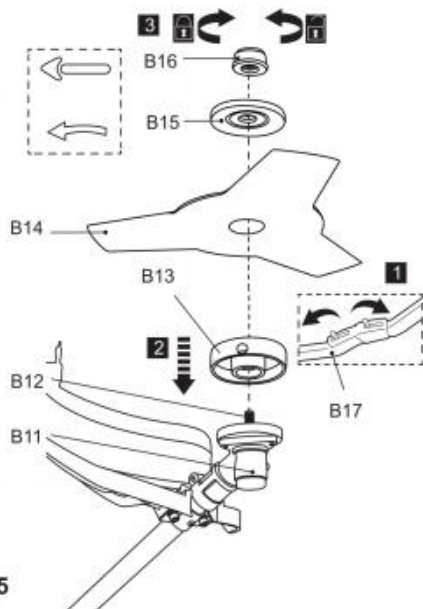

Fig. 5
- 7) Dokręć nakrętkę (B16), aby zabezpieczyć ostrze tnące w kierunku przeciwnym do ruchu wskazówek zegara, blokując wrzeciono (B12) kluczem sześciokątnym (E5). Następnie wyjmij klucz imbusowy (rys. 5).